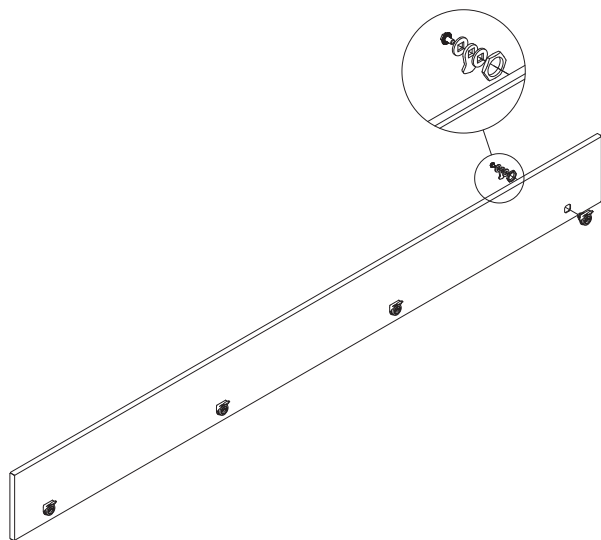

Рисунок 2
4.1.2 Установить четыре замка на дверь, последовательность расположения гаек, ригеля и винта указаны на рисунке 2, закрепить винтом М5×8 из комплекта, момент затяжки – 7 Н·м. (рисунок 2).